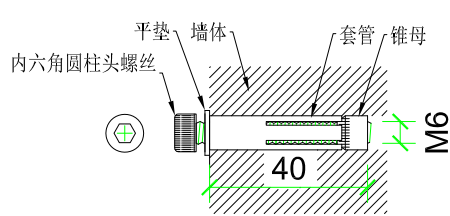

图1
2. 在安装面钻2个孔 (孔径为 $\phi 8$, 孔深为50mm), 两孔间距为45mm, 插入2个M6 \times 40的内膨胀螺丝, 如图1所示;